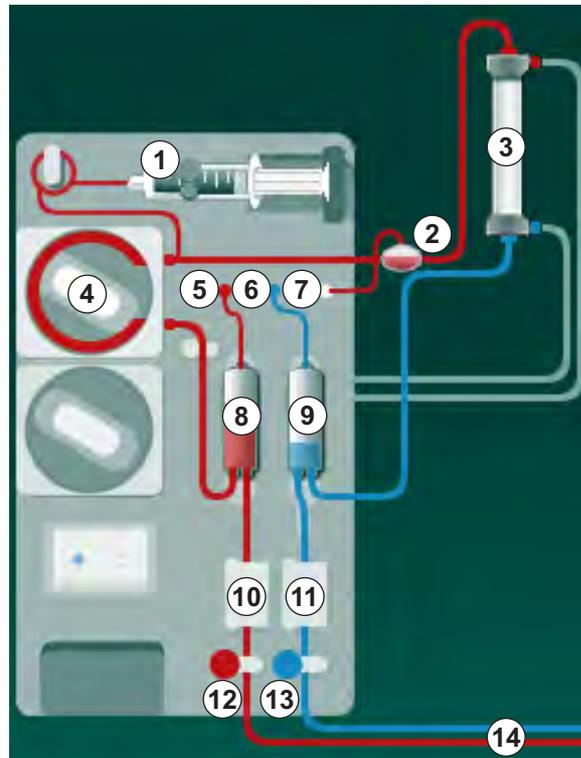

Fig. 3-2 Modo de funcionamiento - Unipunción Cross Over
Con el clamp venoso (Fig. 3-2 Modo de funcionamiento - Unipunción Cross Over (35), ⑬ ) cerrado y el “clamp” arterial ⑫ abierto, la bomba de sangre ④ bombea sangre del paciente a través del dializador ③ hacia la cámara venosa ⑨ . La presión en la cámara venosa ⑨ se monitoriza a través del sensor de presión venosa ⑥ . Cuando se alcanza la presión superior prefijada, la bomba de sangre ④ se detiene y se abre el “clamp” venoso ⑬ . Debido a la presión en la cámara venosa ⑨ , la sangre fluye a través del dializador ③ de vuelta hacia el paciente hasta que se alcanza la presión inferior prefijada para la conmutación. Una vez alcanzada dicha presión en la cámara venosa ⑨ , o en el caso de que haya transcurrido el tiempo de flujo de retorno prefijado, se cierra el “clamp” de la línea venosa ⑬ . Poco después, el “clamp” de la línea arterial ⑫ se abre. La bomba de sangre ④ se activa y el proceso se inicia de nuevo con la extracción de sangre del paciente.